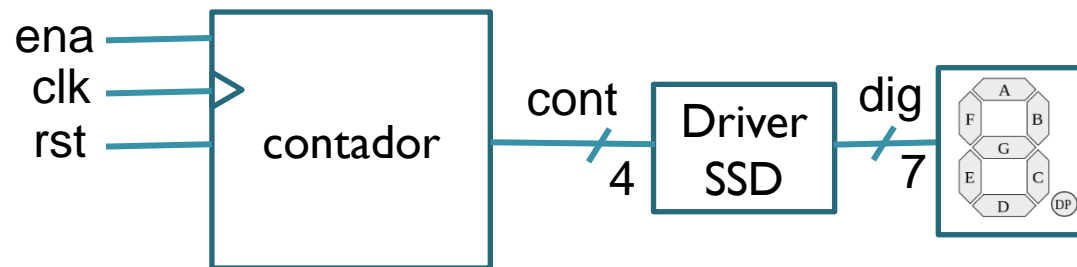

Figura 1 – Temporizador.
- Um temporizador é apresentado na figura 1. O circuito possui uma entrada de clock (*clk*), de reset (*rst*) e de habilitação (*ena*) que habilita a contagem quando *ena*=‘1’. O contador conta de 0 a 9, incrementando a cada meio segundo e reiniciando a contagem ao atingir o valor máximo. O valor de contagem é apresentado em um display de 7 segmentos.
- 1) Projete o temporizador apresentado na figura 1.